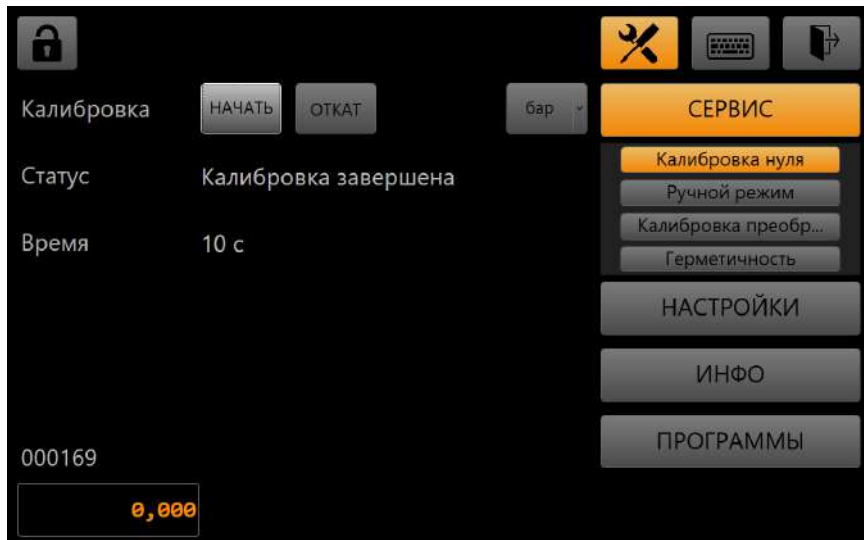

Рис. 10. Калибровка нуля преобразователей давления
2.3.5.1 Калибровка нуля преобразователей требуется, если после сброса давления показания преобразователей значительно отличаются от нулевого значения (на величину больше величины погрешности). Для калибровки нуля:  **Сервис** → **Калибровка нуля** (Рис. 10). Так же выполнить калибровку нуля можно нажав кнопку на рабочем экране  в режиме измерения.